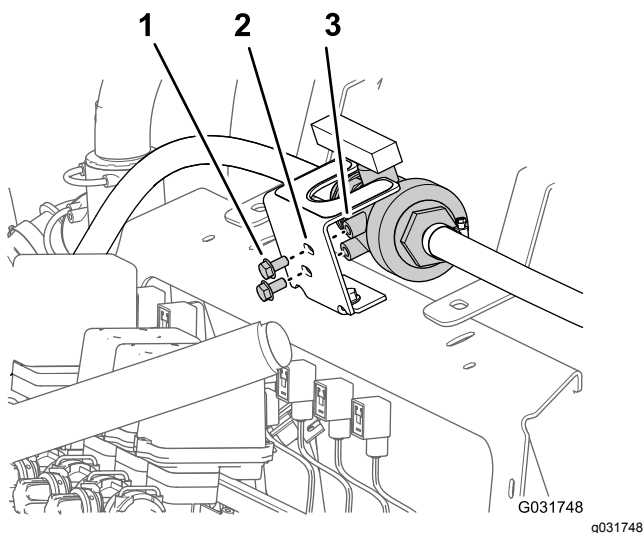

Figura 37
3. Rimuovete i 2 bulloni a testa flangiata (5/16" x 5/8") che fissano la valvola a sfera alla staffa di montaggio della valvola a sfera (Figura 37).